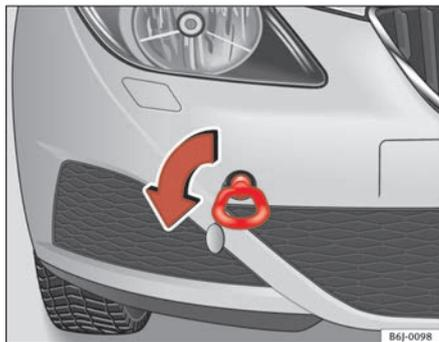

Fig. 164 Enroscar a argola de rebocagem de trás
- Aparafuse a argola até ao limite para a *esquerda*, no sentido indicado pela seta ⇒ fig. 164. ■